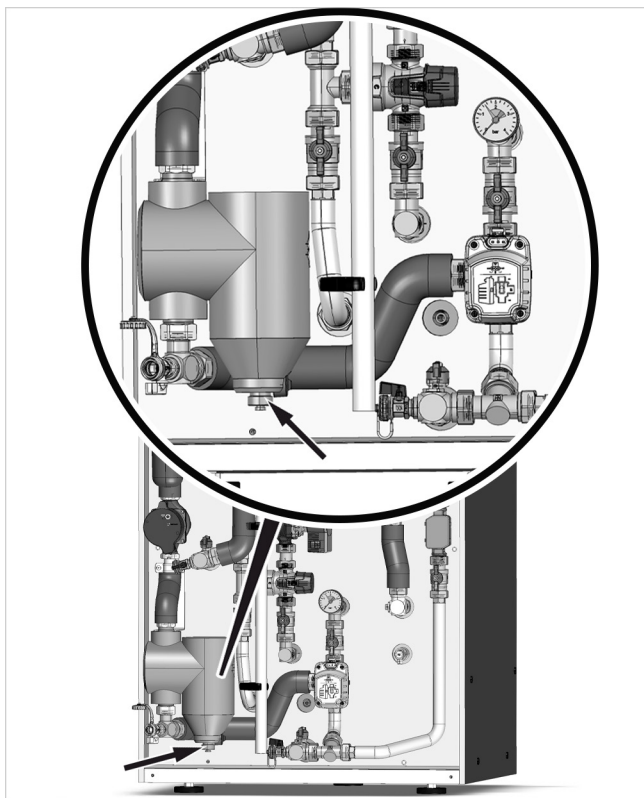

Abb. 42: Schlammabscheider über den Ablasshahn reinigen
1. Einen Auffangbehälter unter den Ablasshahn halten (siehe → Abb. 42).